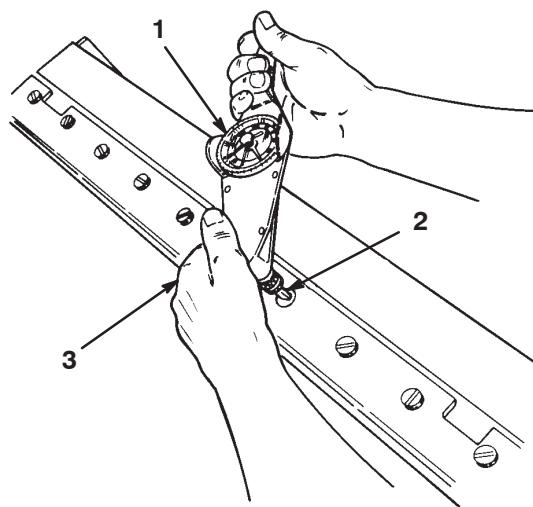

Figure 27
- Utilisez une clé dynamométrique et l'outil spécial Réf. 51-0880 pour finir de serrer les vis (Fig. 27). Serrez les vis à 28 kgm en commençant par la vis centrale. Serrez ensuite une vis sur deux en progressant vers chaque extrémité pour que la contre-lame soit bien à plat contre la barre d'appui.